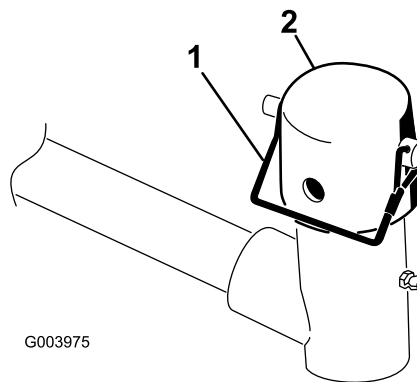

図 9
- 9. 昇降アームのピボットヨークからスナップピンとキャップを外す 図 9。